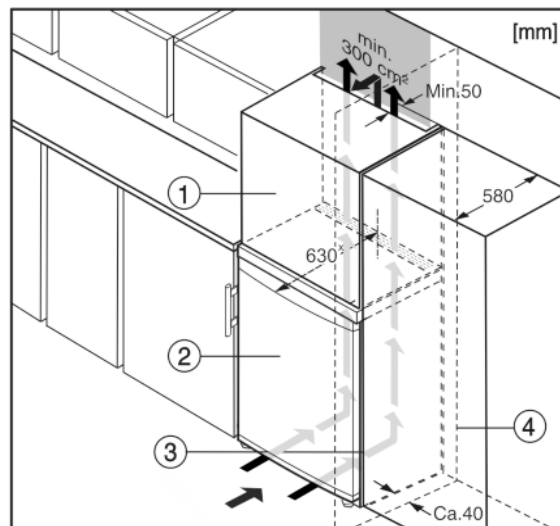

Fig. 5
- (1) Nastavná skříňka
- (2) Příklad
- (3) Kuchyňská skříň
- (4) Stěna
Spotřebič lze zabudovat do kuchyňských skříní. K vyrovnání spotřebiče Fig. 5 (2) na výšku kuchyňské linky lze na přístroj nasadit nástavec Fig. 5 (1).
Při montáži do kuchyňských skříní (hloubka max. 580 mm) lze přístroj instalovat hned vedle kuchyňské skříně Fig. 5 (3). Přístroj přesahuje přední stěnu kuchyňské skříně na stranách o 34 mm * a uprostřed o 50 mm *.
Když se přístroj instaluje závěsy vedle stěny Fig. 5 (4), musí být vzdálenost přístroje od stěny alespoň 40 mm. To odpovídá přesahu madla při otevřených dveřích.